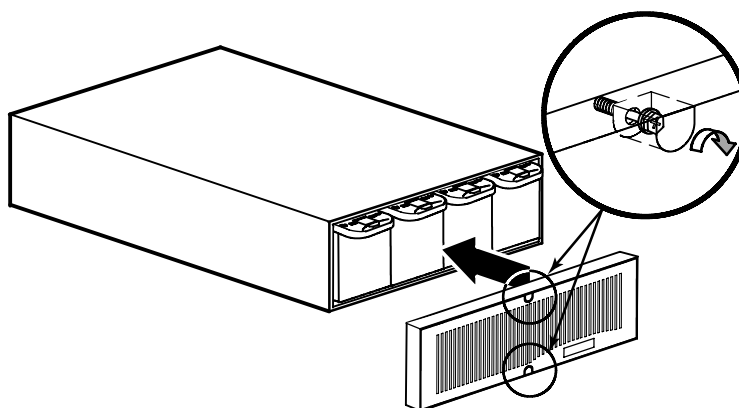

Рисунок 13. Установка передней крышки ЕВМ
4. Установите переднюю крышку дополнительного батарейного модуля и затяните два винта передней крышки (см. рис. 13).